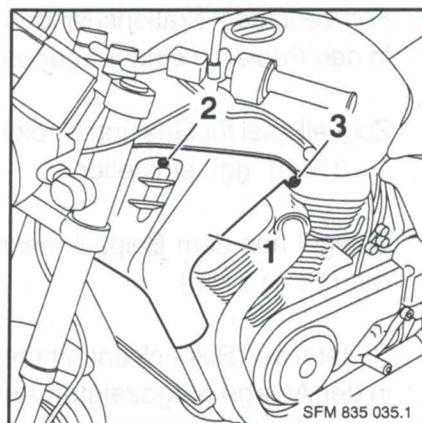

Bild 5
- Kühlwasserstand kontrollieren - Bild 5 u. 6: